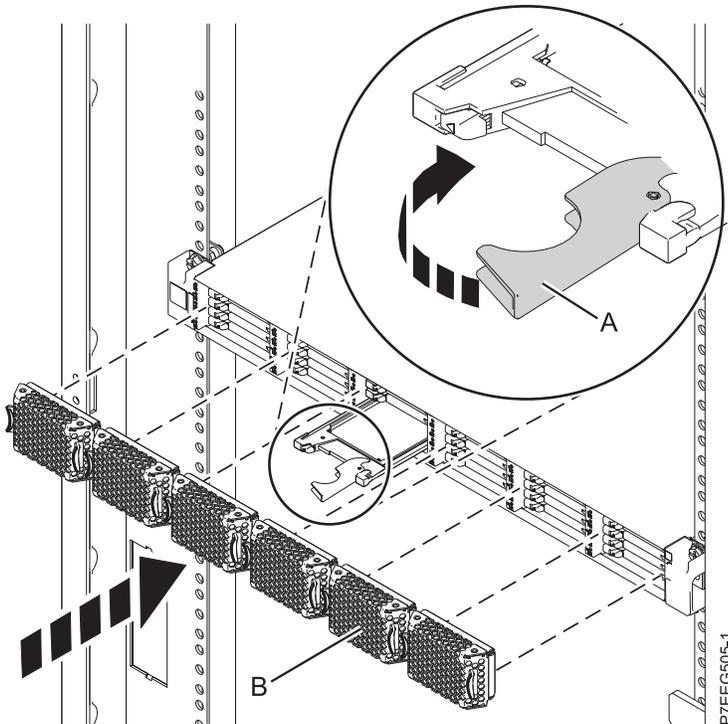

Abbildung 22. Solid-State-Laufwerk in PCIe-Speichereinheit EDR1 austauschen
3. Drehen Sie den Griff (A) in die verriegelte Position (siehe Abb. 22 auf Seite 38).
4. Installieren Sie die Frontblende (B).